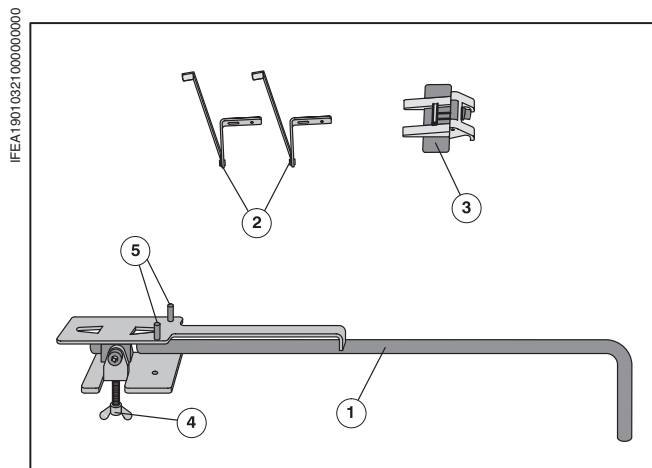
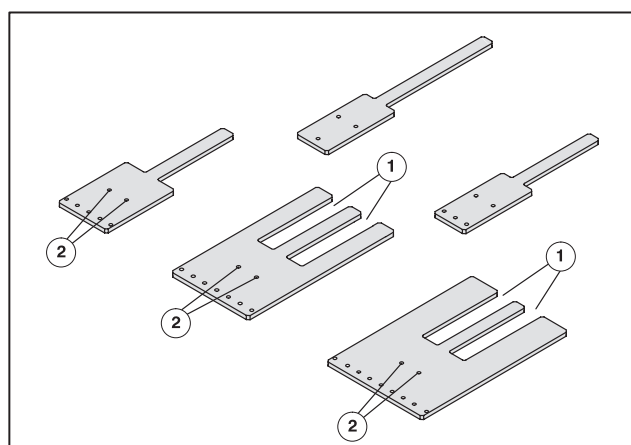

Рис. 33 Детали конвертного самонаклада
Рис. 34 Стапельные пластины
- Наклонный накладной стол (Рис. 33/①)
- Задние упоры листа с удлиненной пружиной (Рис. 33/②)
- Лапа для насадки на щуповую штангу (Рис. 33/③)
- Стапельные пластины (Рис. 34)
В комплект конвертного самонаклада входит пять различных стапельных пластин (Рис. 34). Большие стапельные пластины имеют на задней кромке выемки (Рис. 34/①) для задних упоров листов. При помощи отверстий (Рис. 34/②) стапельные пластины вставляются в выравнивающие штифты наклонного накладного стола (Рис. 33/⑤). Наклонный накладной стол привинчивается барашковым винтом (Рис. 33/④) к стапельному столу.